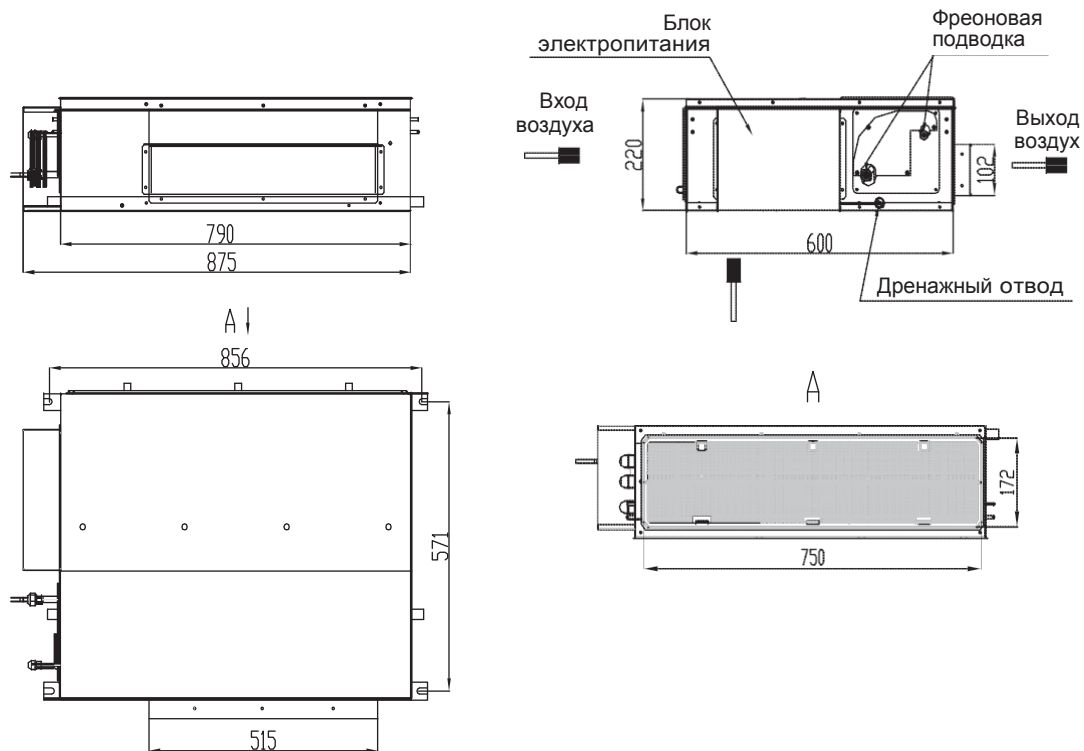

Рис. 9.6
9.2.4.1 Габаритные и установочные размеры внутренних блоков канального типа (рис. 9.6) моделей GSM-22/FX1A, GSM-25/FX1A, GSM-28/FX1A, GSM-32/FX1A, GSM-36/FX1A